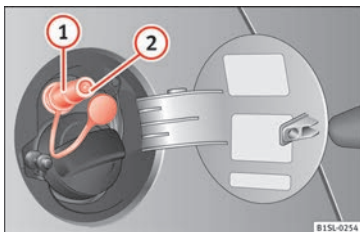

Fig. 104 Tampa do depósito aberta: bocal de enchimento de gás (1), retentor do bocal de enchimento (2).
- Destape o bocal de enchimento de gás » » **Fig. 104 (1).**